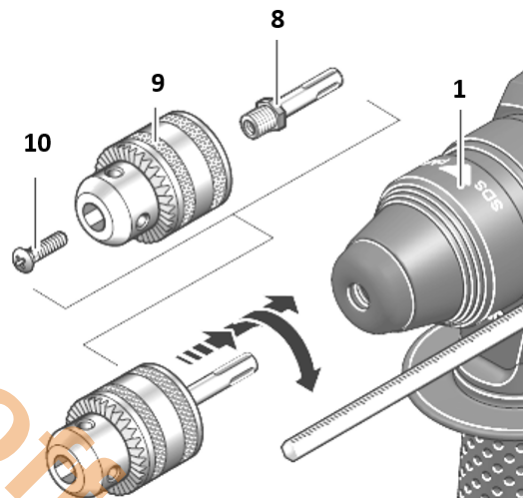

РИСУНОК 2.2.1. УСТАНОВКА ПАТРОНА С ЗУБЧАТЫМ ВЕНЦОМ.
1. Ввинтите посадочный хвостовик SDS-plus «8» в сверлильный патрон с зубчатым венцом «9» (рисунок 2.2.1.).